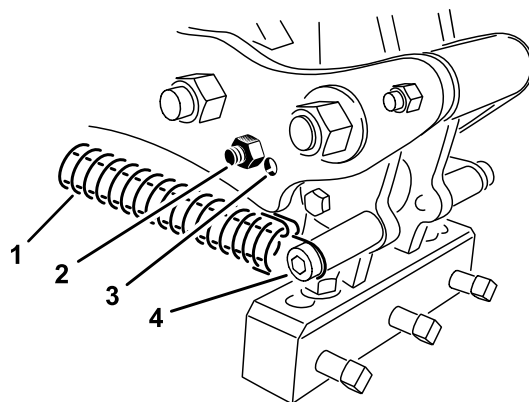

図 37
リンクアームについている2つの調整穴のうちのどちらかを使って、使用するタインの長さに応じた角度を設定する。すでに開けられている穴からのみ選択する。使用するタインの直径が 17.8 mm - 25.4 mm の場合は、バンパーをタインヘッド後部に一番近い位置にセットする。土壌条件によってはヘッドから一番遠い位置 図 37 の方が好ましい場合もあります。
3. タインヘッドにかかっているスプリングのテンションを解除する 図 37。
4. リンクアームからバンパーボルトとバンパーを外し、これらをもう一方の調整穴に差し込む 図 37。